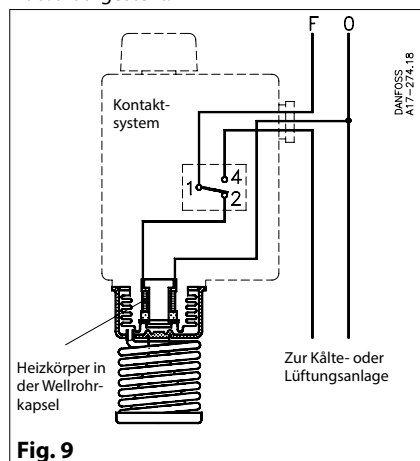

Fig. 9
**RT 4** mit Heizkörper im Wellrohr (Bestell-Nr. 017-503766) ist so anzuschließen, wie in Abb. 9 dargestellt.